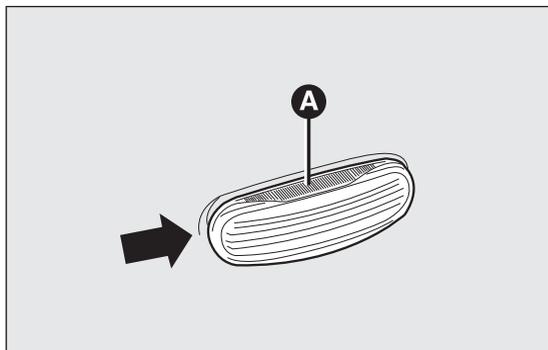
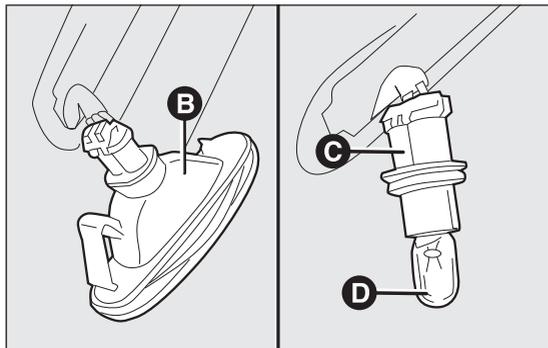

fig. 138
fig. 139
- agire sul trasparente A fig. 138 in modo da comprimere la molletta interna B fig. 139, quindi sfilare il gruppo verso l'esterno;